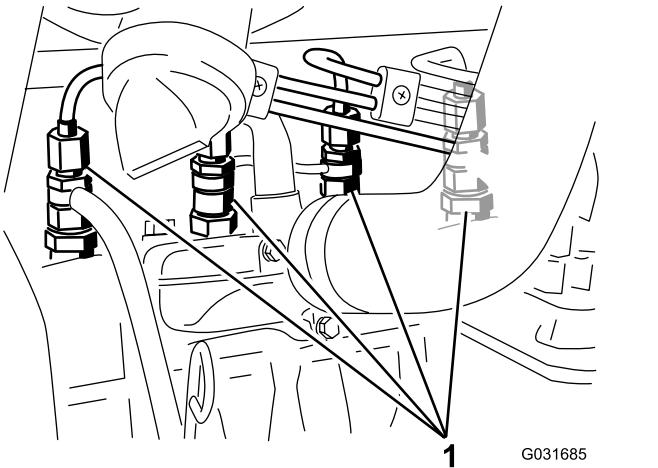

Bild 41
1. Lockern Sie den Leitungsanschluss an der ersten Düse und Halterung (Bild 41).